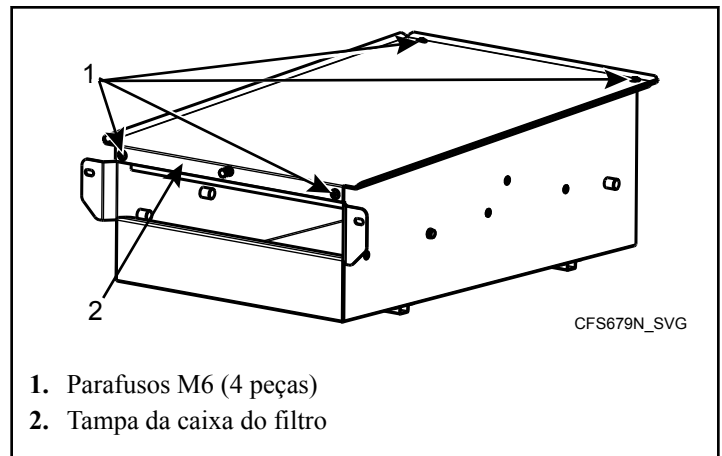

Figura 61
6. Limpe a caixa. Consulte *Figura 61*. A tampa da caixa (2) também é amovível utilizando os quatro parafusos M6 (1).